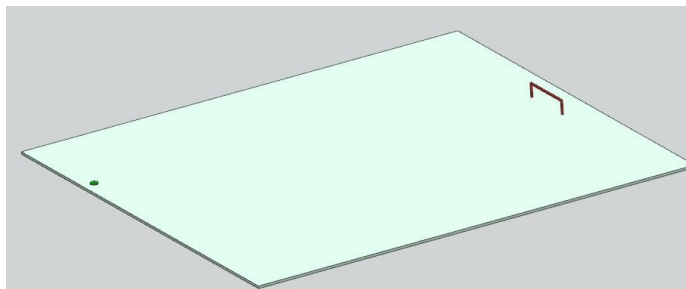

Рис.15
- В этом коротком фильме показано как зеленая шайба под действием приложенных сил попадает в условные ворота (рис.15, 16).